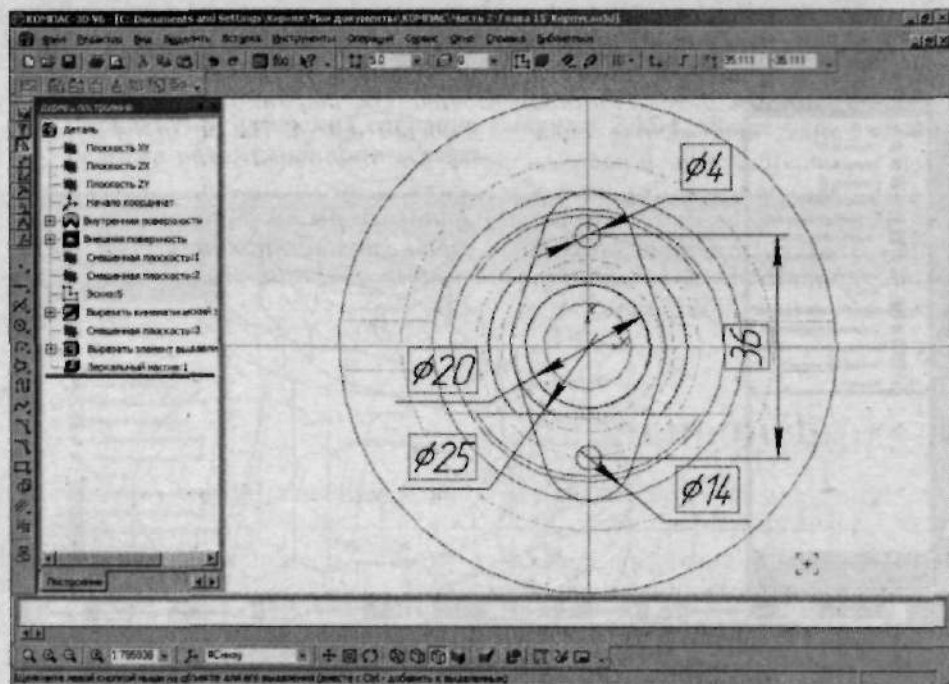

Рис. 2.191. Эскиз для создания Крепления
3. В выделенной плоскости создайте эскиз, изображенный на рис. 2.191. При работе над эскизом, вам потребуется использовать инструмент  (Отрезок, касательный к двум кривым), чтобы создать сопряжения между окружностями.